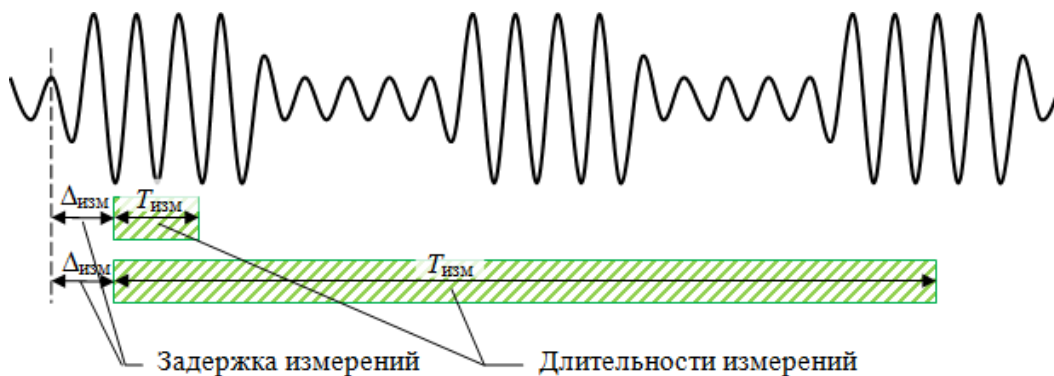

Рисунок 5.50 – Измерение в «импульсном» режиме
- «импульсный» режим (здесь и далее название данного режима взято в кавычки для отличия от импульсного режима измерений в целом) измерения S -параметров за серию импульсов или в пределах одного импульса в зависимости от длительности радиоимпульса и времени измерения (рисунок 5.50);